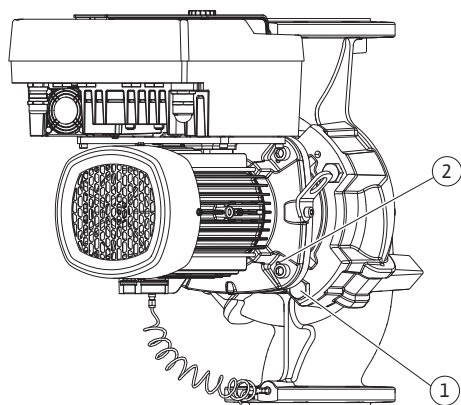

Fig. 104: Expulsión del juego de introducción mediante los taladros roscados (DN 100 ... DN 125)
23. Expulse el juego de introducción de la carcasa de la bomba. Para ello, utilice los 2 taladros roscados (véase la Fig. 104, Pos. 1).
33. Para la expulsión del juego de introducción de la carcasa de la bomba, use los 2 taladros roscados situados al lado (Fig. 104, Pos. 1) y los tornillos a cargo del propietario adecuados (p. ej., M10 x 25 mm).